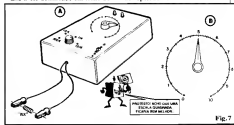

Fig. 7
- FIG. 7 - ACOMODADAÇÃO NA CAIXA, DEMARCAÇÃO DO DIAL DE MEDIÇÃO E DEMAIS CONTROLES/ACCESSES - A ilustração 7-A dá uma idéia genérica (pois em "nos parece" - suficientemente prática e lógica...) para o acabamento final do OHMMETRO: todos os controles e indicadores podem situar-se no painel principal da caixa (menos os cabos que levam à "garras" "jacaré" de medição, que podem sair de um furo sumo das laterais menores...), de preferência com o knob indicador do potenciômetro ocupando posição cen-
tral, de modo a "abrir" larga área em torno do dito cujo, na qual será dividido e inscrito o dial graduado de leitura... O knob da chave rotativa deverá receber, nas suas 4 "pontas", as marcações correspondentes a "fundo de escala" para cada faixa de medição, respectivamente 100R - 10K - 1M - 10M. Os dois LEDs devem ficar juntinhos, pois assim fica mais fácil ao olho do operador interpretar o equilíbrio luminoso fundamental à medição... Na fig. 7-B vemos um exemplo de como pode ficar o dial a ser demarcado em torno do
**- O MÉTODO DE LEITURA/MEDIÇÃO - A CALIBRAÇÃO** - Antes de descrever a (até óbvia...) calibração, vamos ver "como funciona" a medição em si. Inicialmente, o resistor sob medição deve ser ligado à gama de Teste, conforme ilustra a fig. 7 (posição "RX"), devendo sempre o Leitor/Aluno lembrar que, pelas suas características, o OHMÍMETRO não pode ser usado para a leitura de resistência de um componente ligado a um circuito! Este deverá ter (se estiver num circuito...) pelo menos um de seus dois terminais desconectado, de modo que as demais impedâncias e resistências do tal circuito, bem como eventuais níveis de Tensão presentes no circuito não possam interferir com a medição... Em seguida, se o valor ou sua "faixa" for completamente desconhecido, deve-se posicionar a chave de faixas inicialmente na **mais alta** (10M). Liga-se, então, a alimentação do OHMÍMETRO e gira-se, experimentalmente, o potenciômetro de escala, todo "para cá" e todo "para lá", com o que deverá ser notada uma alternância (em algum ponto do giro do potenciômetro...) entre os LEDs (um apaga, o outro acende e/ou vice-versa...). De seguida, o knob deve ser lentamente girado, sempre partindo de um dos "extremos", até que os dois LEDs acendam, forte e igualmente... Nesse exato ponto, o valor de RX poderá ser nitidamente lido na escala (sempre considerando a faixa que está sendo utilizada...). Por exemplo: se o acendimento duplo e equalizado dos dois LEDs foi obtido com o indicador do knob exatamente sobre a sétima "marquinha" depois do ponto 4 da escala, e a faixa ajustada na chave rotativa era de 10M, então RX terá